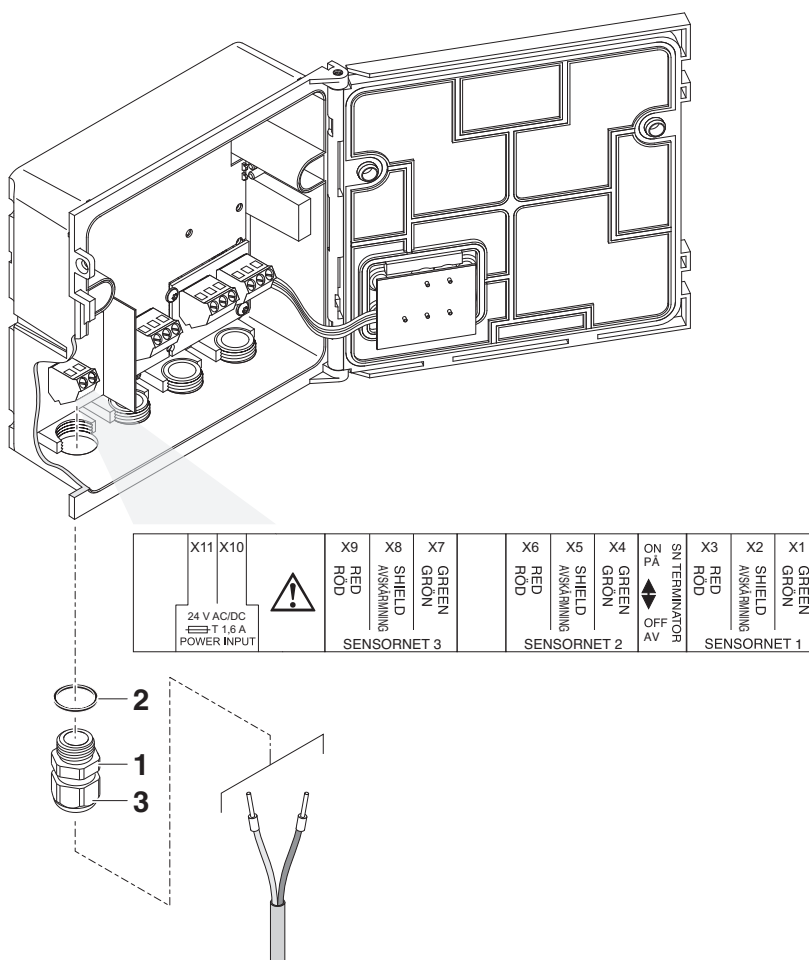

Fig. 3-2 Ansluta 24 V AC/DC-kabeln.
- 5 Skruva fast packboxen (pos. 1 i Fig. 3-2) med tätningringen (pos. 2) in i modulhuset.
- 6 Lossa kopplingsringen (pos. 3).
- 9 Dra åt kopplingsringen (pos. 3).